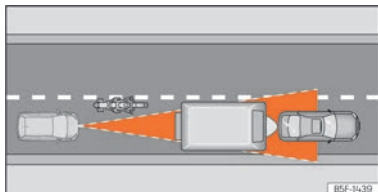

Fig. 107 Motociclist în față, în afara razei de acțiune a senzorului cu radar.
- Autovehicule nealiniat în timpul deplasării sau aflate în afara zonei de detectare a senzorului, cum ar fi motocicletele »» fig. 107.